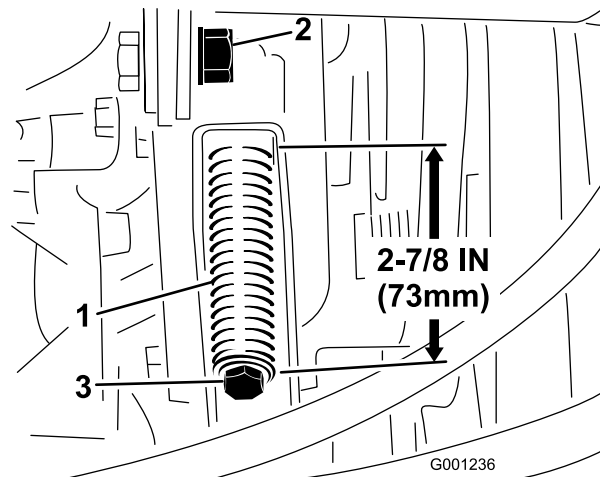

Figure 75
3. Desserrez l'écrou de blocage de la tige de tension (Figure 75).
4. À l'aide d'une clé de 1/2 pouce, serrez ou desserrez le ressort de tension de la courroie (Figure 75) pour obtenir une longueur de 273 mm.
4. À l'aide d'une clé de ½ pouce, desserrez complètement le ressort de tension de la courroie (Figure 75).
6. Montez la courroie de PDF neuve et tendez le ressort de poulie à une longueur de 73 mm (Figure 75).
7. Serrez l'écrou de blocage (Figure 75) et fermez le capot.